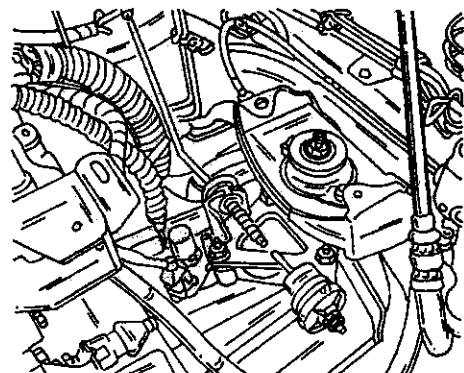

Рис. 332. Установочное положение левой опоры двигателя (со стороны коробки передач). Гайка имеет момент затяжки 65 нм.
- Подсоединить трос сцепления (см. также Рис. 332) и проверить свободный ход педали сцепления, как описано в разделе "Сцепление".